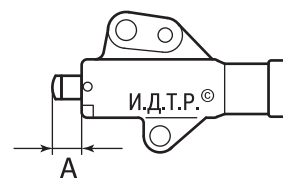

Рис. 5.18. Проверка полного хода штока натяжителя
20. Измерьте выступание штока натяжителя в свободном состоянии. Если выступание **А** (рис. 5.18) менее 12 мм, натяжитель замените.